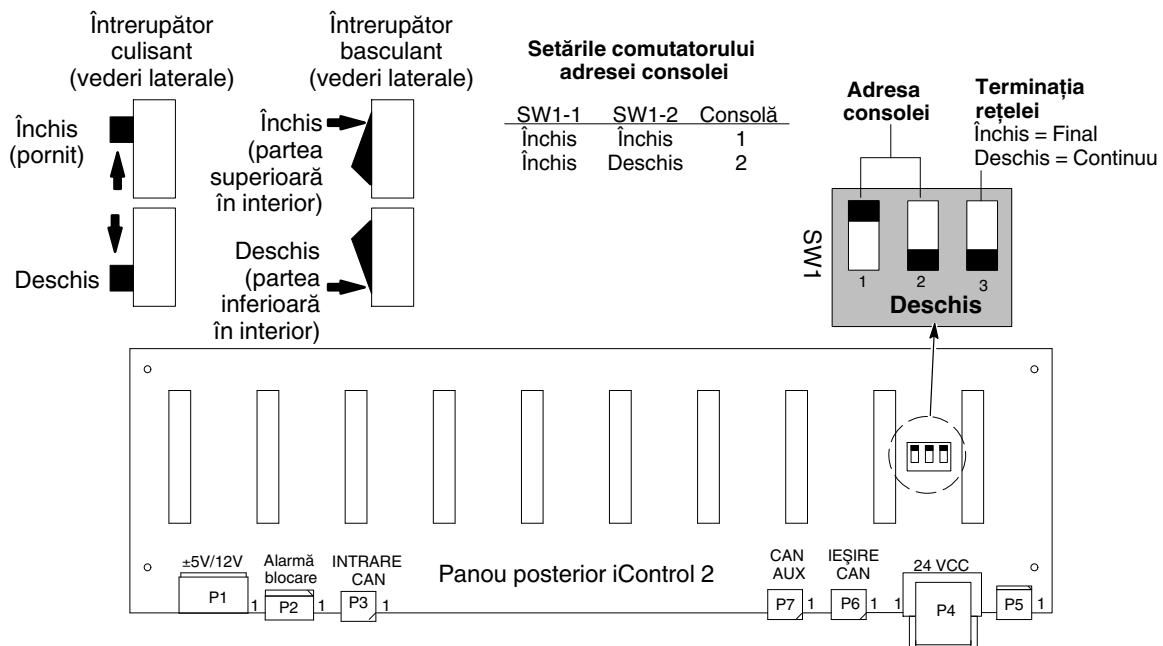

Figura 3-2 Consolele rețelei CAN, adresele consolei și terminația
A se vedea Figura 3-2.
**Adresa consolei (SW4-3, 4):** Setați comutatoarele 3 și 4 pentru adresa consolei, care este aceeași adresă cu cea setată la comutatorul de fază posterior prezentat în figura 3-2.